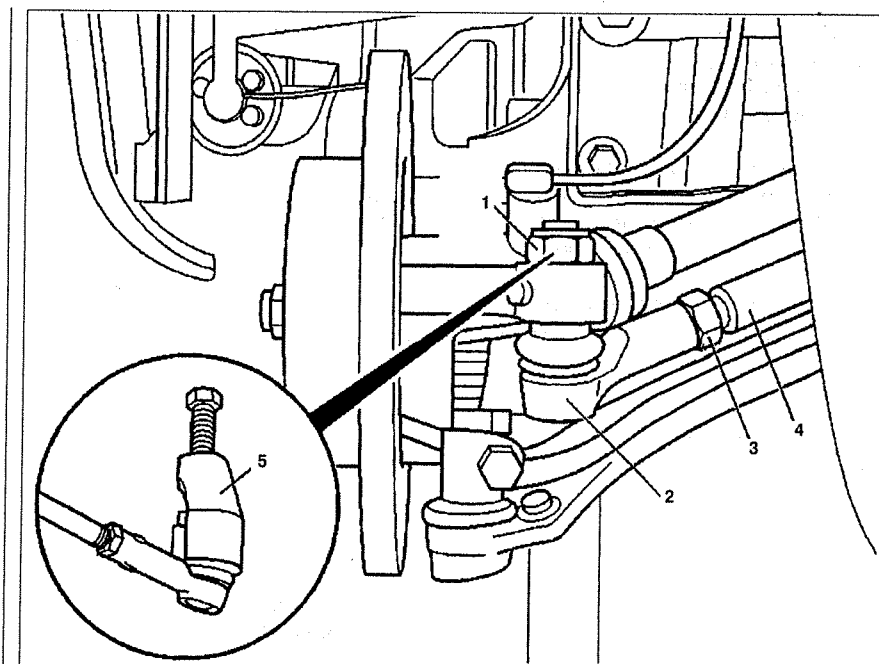

Рис. 8.9. Шаровая опора:
3. Открутите гайки 1 (см.рис.8.9).